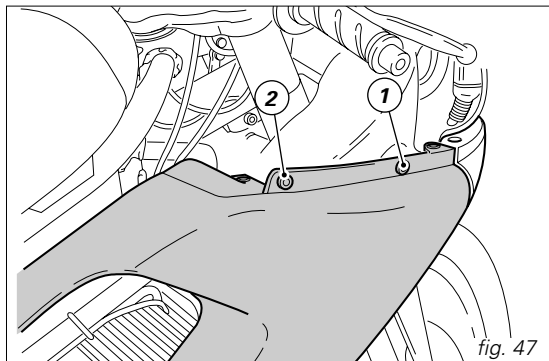

fig. 47
Destornillar el tornillo (1, fig. 47) de fijación de cada semicarenado al bastidor lateral, en el lado izquierdo o en el depósito de expansión, lado derecho y aquellos traseros (2) de fijación al soporte del bastidor.